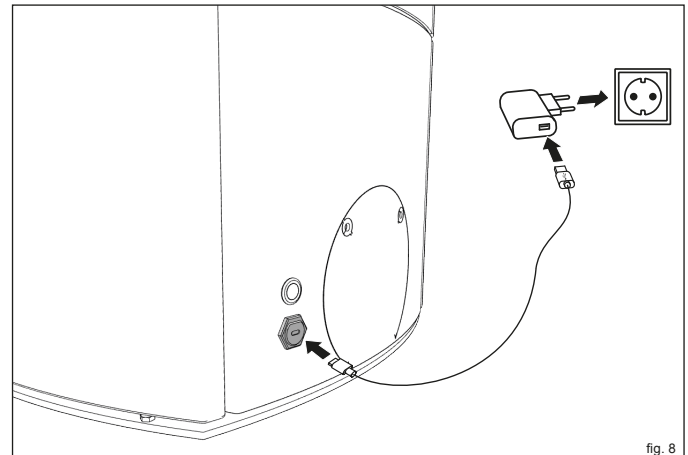

fig. 8
- ▶ Collegare il cavo USB-C con il raccordo presente sulla stufa e con la spina (fig. 8).
- ▶ Collegare la spina con la rete elettrica (fig. 8).